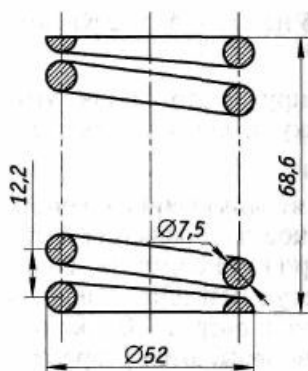

Рис. 4.4. Фрагмент чертежа пружины
4. После команды *ОК* появится фрагмент пружины. Установите ее в вертикальном положении (рис. 4.4).